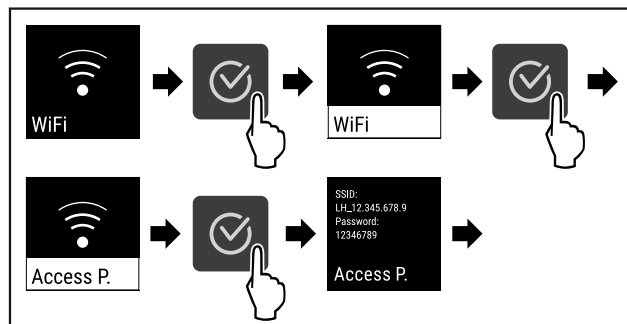

Fig. 85
- Handlungsschritte (siehe Fig. 85) durchführen.